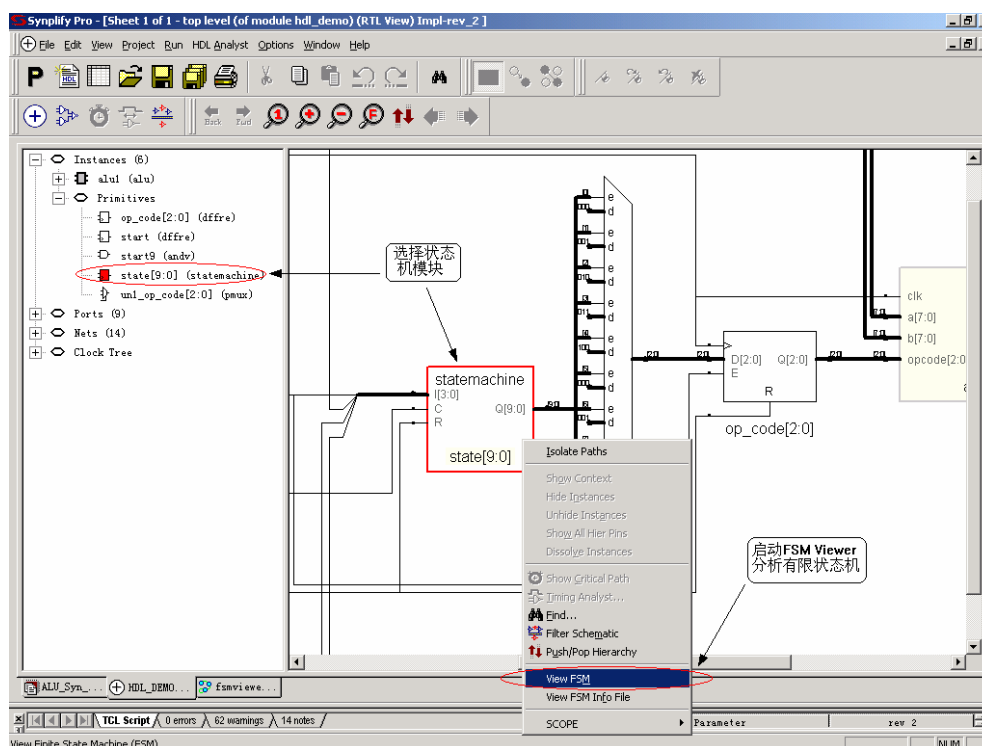

图4-46 启动 FSM Viewer 分析有限状态机
1. 打开前面创建的工程“ALU_Syn_demo”，启动 RTL 视图，选择状态机模块“statemachine”，单击  按钮进入状态机层次结构，或者单击鼠标右键，在弹出命令菜单中选择【View FSM】命令，如图 4-46 所示。